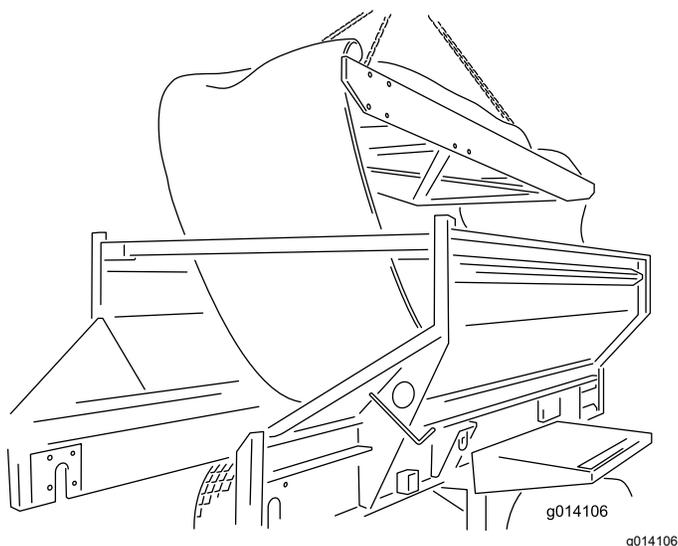

Figura 55
24. Retire el casete izándolo desde la parte superior de la máquina. Colóquelo sobre el suelo (Figura 55).